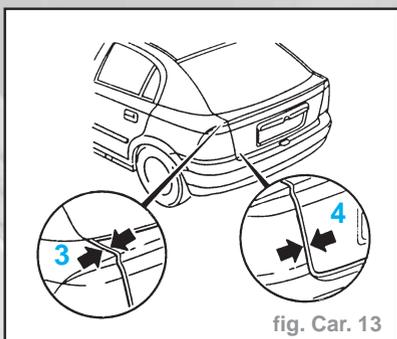

fig. Car. 13
- Respecter les cotes d'écartement (fig. Car. 13).